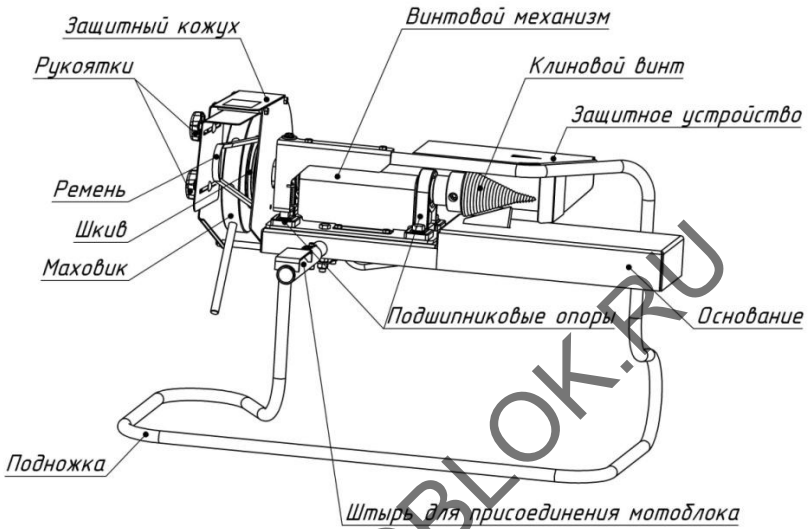
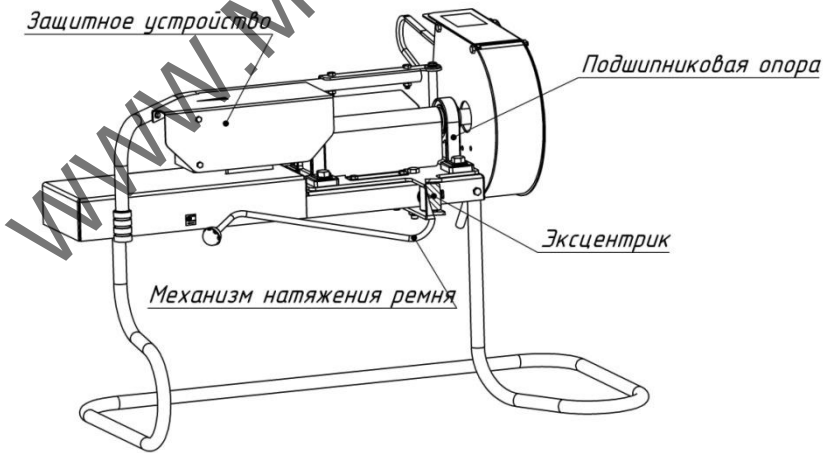

Рис.1
Рис.2.
Дровокол (рис.1, 2) - это навесное оборудование к мотоблокам «Нева», предназначен для колки дров методом ввинчивания клинового винта.
НАЗНАЧЕНИЕ ОСНОВНЫХ СОСТАВНЫХ ЧАСТЕЙ ДРОВОКОЛА (рис.1, 2)
- 5) Установите подножку на место, согласно рис. 1 и рис. 2;